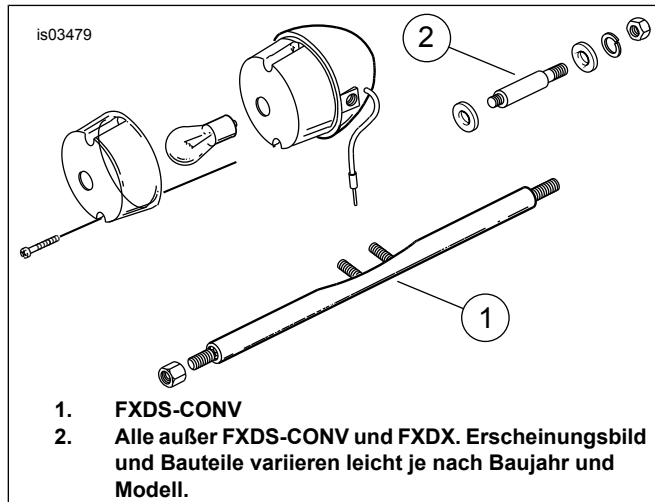

Abbildung 5. Alle (Typische Tube-Style Halterungen)
Für XL Modelle mit Tube-Style Halterungen ausgestattet; siehe Abbildung 5 bezüglich der Montageanleitung.
Für Dyna Modelle mit Tube-Style Halterungen ausgestattet; siehe Abbildung 5 für Montageanleitung.
Für XL Modelle die mit Tube-Style Halterungen ausgestattet sind; siehe Abbildung 5 bezüglich der Montageanleitung.
3. Siehe Abbildung 5. Lampengehäuse von der Blinkerhalterung entfernen. Die Befestigungsteile aufbewahren. Die Lampe entsorgen.